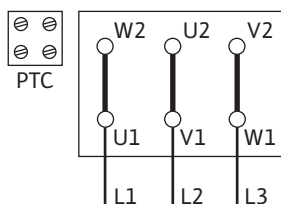

Fig. 10: Arranque Y-Δ
- A ligação de rede depende da potência do motor P2, da tensão e do tipo de arranque. O controlo necessária das pontes de ligação na caixa de bornes pode ser encontrado na Tabela seguinte assim como nas Fig. 10, 11 e 12.